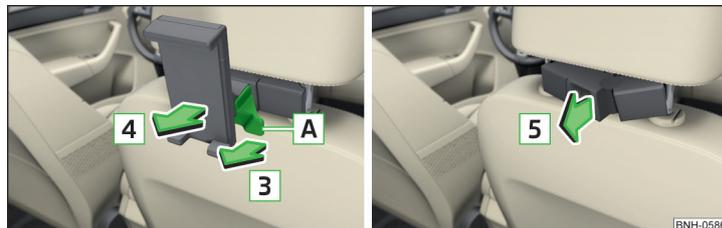

Fig. 86 Desinstalar soporte / retirar adaptador
- Tirar en la tira de seguridad **A** en sentido de la flecha **3** » fig. 86.